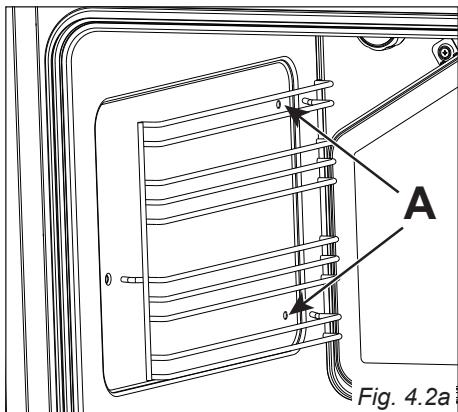

Fig. 4.2a
- Inserire le estremità posteriori (rebbi) del telaio laterale nei fori "A" nella parte posteriore del forno (fig. 4.2a);
- Fissare i telai laterali alle pareti del forno (fig. 4.2a).
- Smontare i telai laterali (fig. 4.2a).